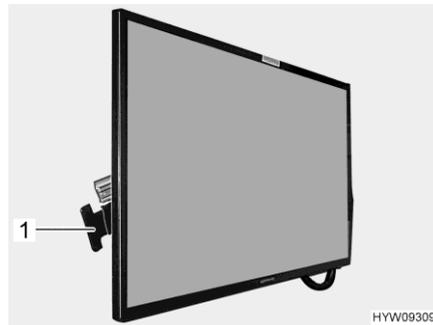

Bild 71 Flachbildschirm
- Griff (Bild 71,1) in Richtung Flachbildschirm drücken und gedrückt halten. Der Flachbildschirm ist entriegelt.